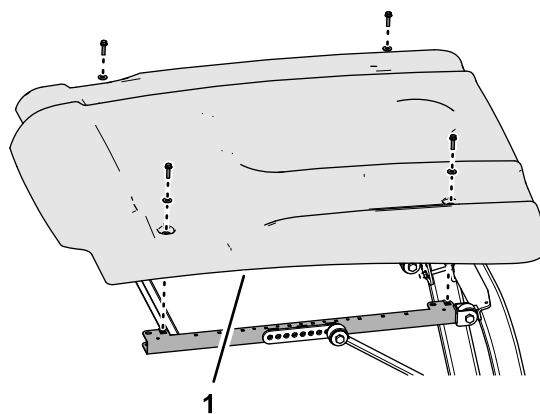
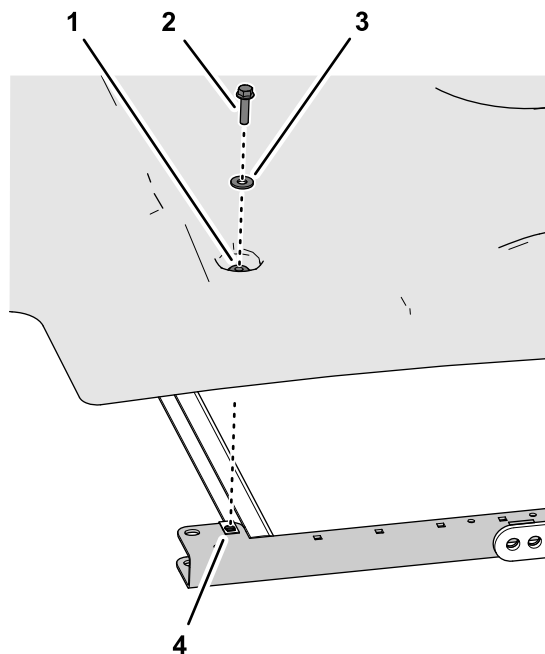

Bild 1
Bild 2
1. Entfernen Sie die vier Bundkopfschrauben (5/16" x 1 1/4") und die vier Scheiben (5/16"), mit denen das Sonnendach an den Seitenrahmenkanälen befestigt ist (Bild 1 und Bild 2).
2. Nehmen Sie das Sonnendach von der Maschine ab (Bild 1).
2. Montieren Sie das Sonnendach mit den vier Bundkopfschrauben (5/16" x 1¼") und den vier Scheiben (5/16"), die Sie vorher entfernt haben, an den Rahmenkanälen (**Bild 2**).